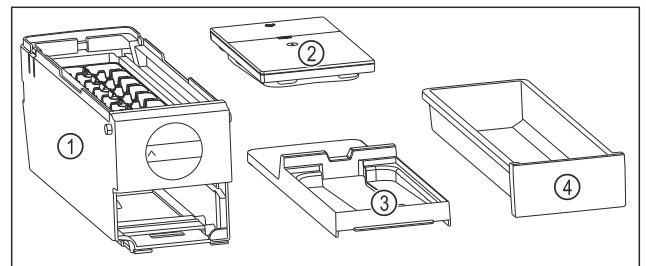

Fig. 143 EasyTwist-Ice 的组成部分
- ▶ EasyTwist-Ice 已被拆解为四部分。(参见 Fig. 143)
- ▶ 仅将 EasyTwist-Ice 拆解成所示的组成部分。(参见 Fig. 143)
- ▶ 将 EasyTwist-Ice 机身 Fig. 143 (1) 作为整体进行清洁。